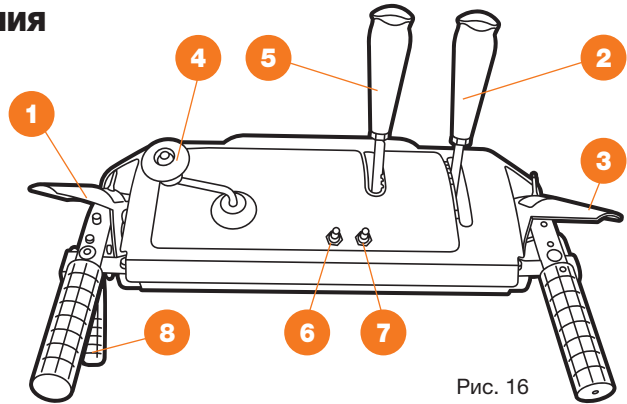

Рис. 16
Перед началом работы внимательно изучите устройство всех рычагов и элементов. Описание основных элементов панели управления (Рис. 16)
- Установите требуемую рабочую скорость на панели управления. Перемещая рычаг выбора скорости движения **2** (Рис. 16, стр. 27), установите его в одно из шести положений **ВПЕРЕД** или в одно из двух положений **НАЗАД**.
- Нажмите на рукоятку включения вращения шнека **3** (Рис. 16, стр. 27), и шнеки начнут вращаться. Отпустите ее, и шнеки остановятся.
- Нажмите на рукоятку включения привода колес **1** (Рис. 16, стр. 27) и снегоуборщик начнет движение. Отпустите ее и движение будет остановлено.
- При отпущенной рукоятке включения вращения шнека **3** (Рис. 16, стр. 27), тросик привода должен иметь небольшое ослабление. Он не должен быть сильно натянут.
- Находясь в положении оператора (за снегоуборщиком) включите шнек, нажав на рукоятку включения привода вращения шнека **3** (Рис. 16, стр. 27).
- Оставьте шнек в рабочем состоянии примерно на 10 секунд, после чего опустите рукоятку включения шнека **3** (Рис. 16, стр. 27). Повторите эту процедуру несколько раз.
- При включенном двигателе и установленной в верхнее положение рукоятке включения шнеков **3** (Рис. 16, стр. 27), подойдите к снегоуборщику со стороны ковша.